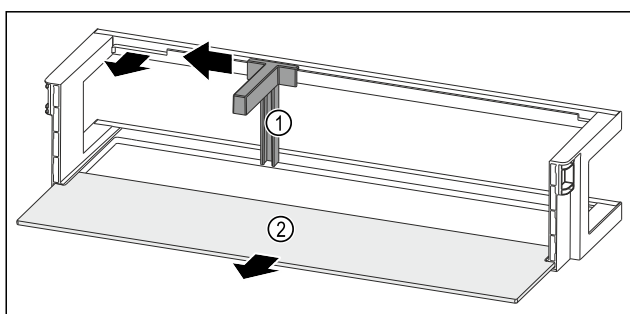

Fig. 203 Polica u vratima s držačem boca i policom za odlaganje
- Držać za boce Fig. 203 (1) pogurnite do otvora na stranu.
- Izvadite držać za boce Fig. 203 (1).
- Izvadite policu Fig. 203 (2).